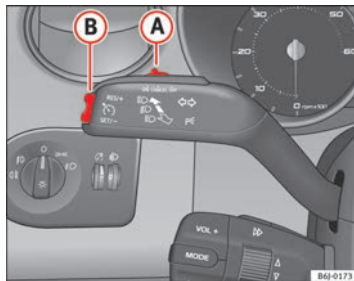

Fig. 114 Leva degli indicatori di direzione e degli abbaglianti: interruttore e tasto di comando del regolatore di velocità
- Spostare verso sinistra l'interruttore → fig. 114 **A**, posizionandolo su **ON**.